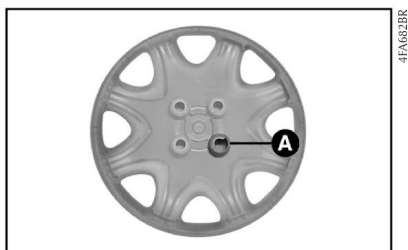
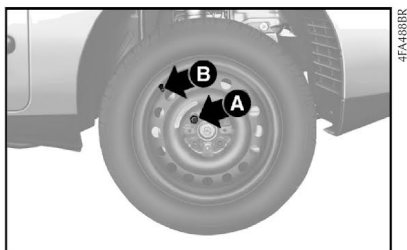

fig. 9
fig. 8
8) Atarraxar apenas um dos parafusos **A-fig. 8**, em correspondência com a válvula de enchimento **B**.
9) Colocar a calota, cuidando para que o furo maior com chanfro **A-fig. 9** coincida com o parafuso **A-fig. 8**.